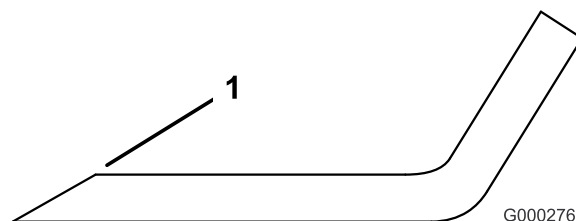

Figure 91
1. Au moyen d'une lime, aiguisiez les tranchants aux deux extrémités de la lame (Figure 91) en veillant à conserver l'angle de coupe d'origine. Limez la même quantité de métal sur chacun des deux tranchants pour ne pas déséquilibrer la lame.